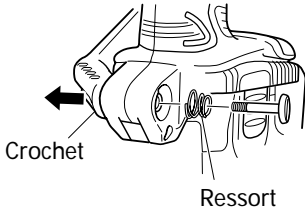

Fig. 7
- (b) Retirer le crochet et le ressort (Fig. 7).